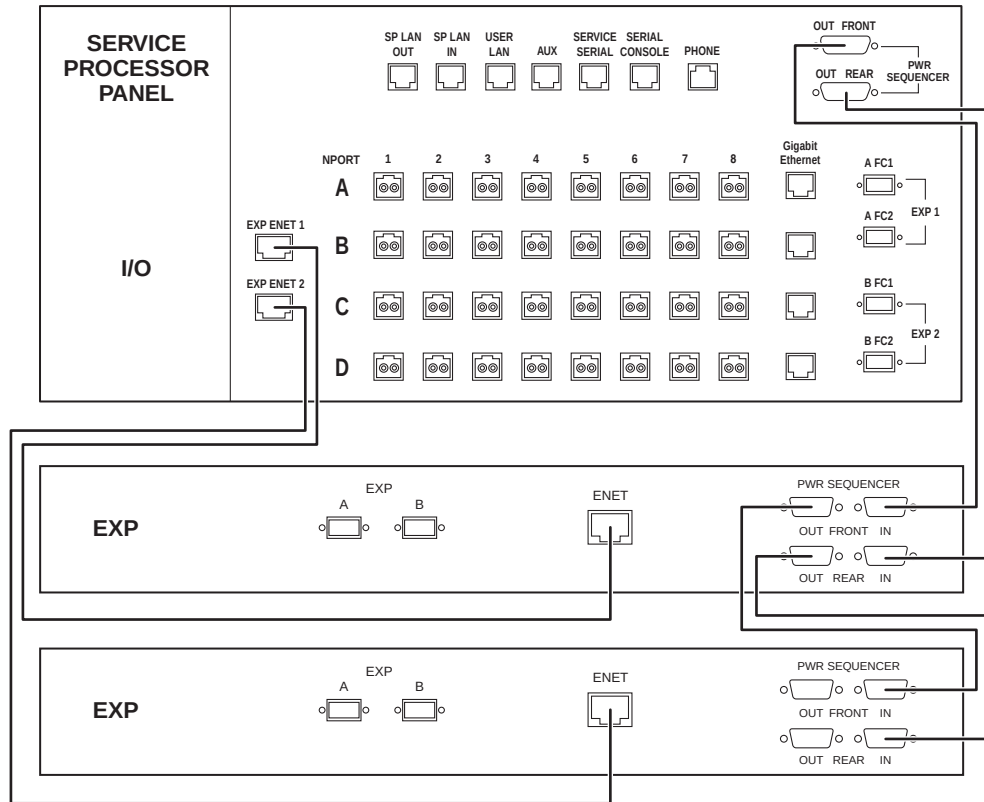

FIGURE B-5 Branchement des câbles de séquenceurs d'alimentation et Ethernet entre le coffret de base et les deux coffrets d'extension
- Si vous utilisez deux coffrets d'extension, branchez deux câbles Ethernet et quatre câbles série de séquenceurs d'alimentation (P/N 530-3210-01) entre le coffret de base et les deux coffrets d'extension, comme indiqué dans la FIGURE B-5.**